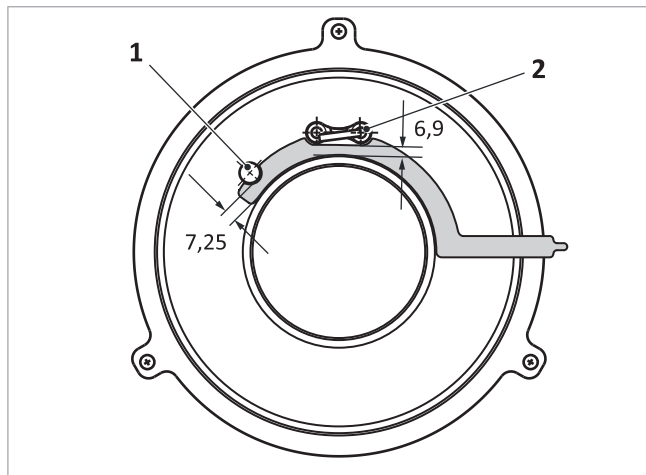

Fig. 142: distanze degli elettrodi di accensione e di ionizzazione dal vello del bruciatore
- elettrodo di ionizzazione → fig. 142 (1): 7,25 mm
- elettrodo di accensione → fig. 142 (2): 6,9 mm